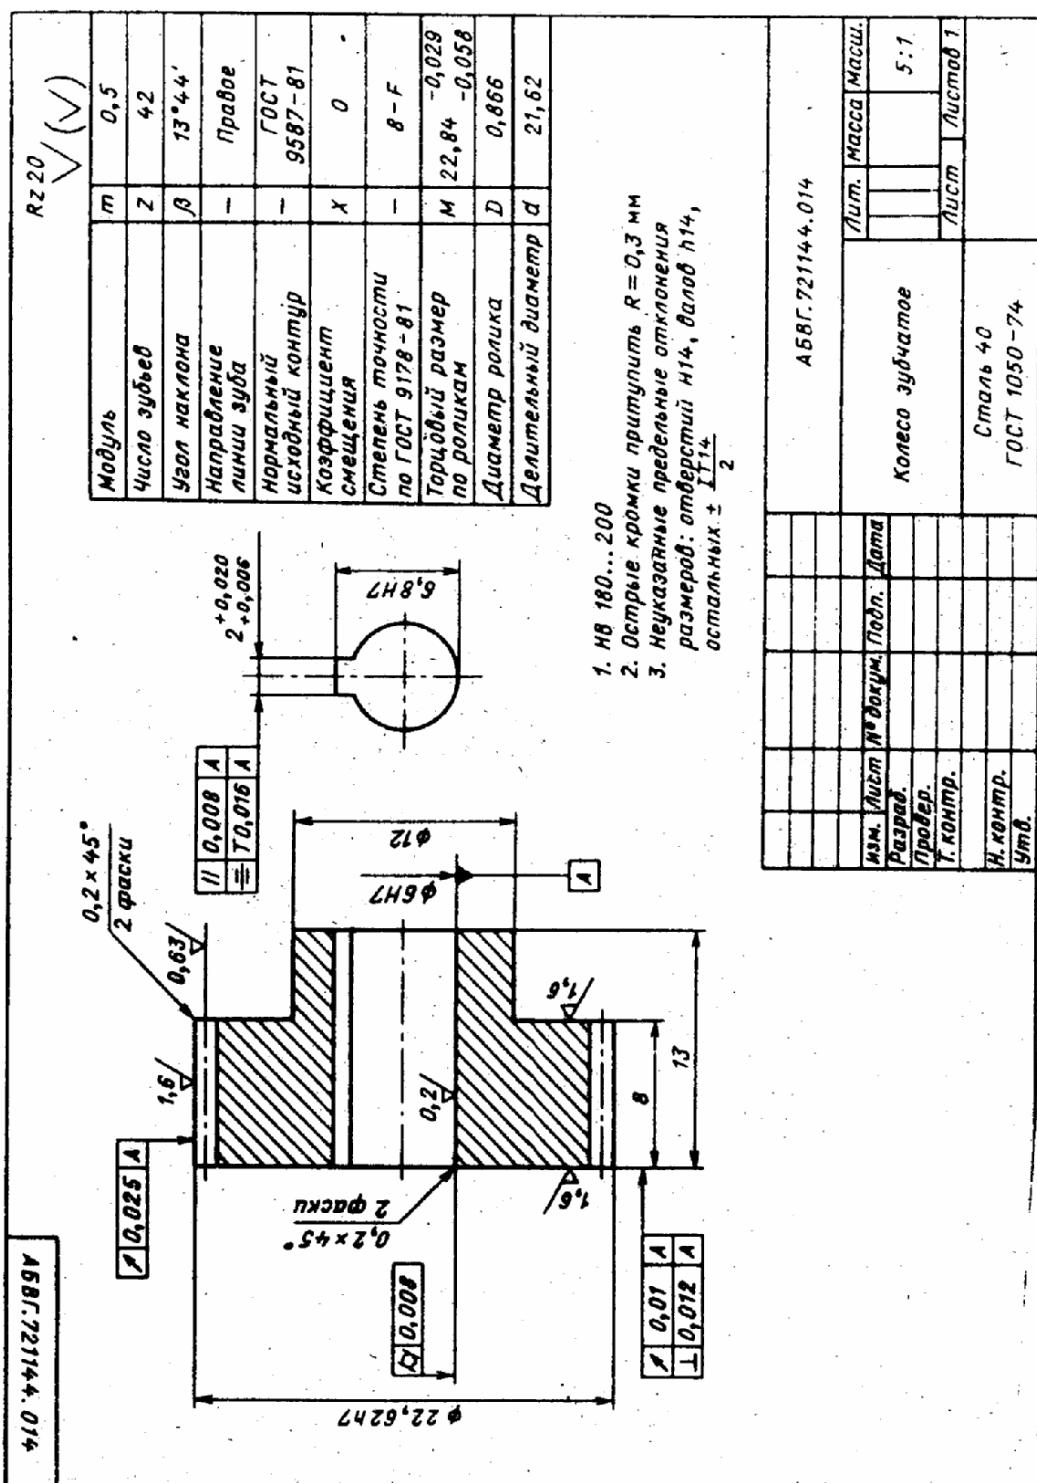

Рис. 1.100. Чертеж детали. Вариант 1
2. Выполнить чертёж детали в T-Flex в соответствии с вариантом задания, указанного на рис. 1.100 – 1.108.